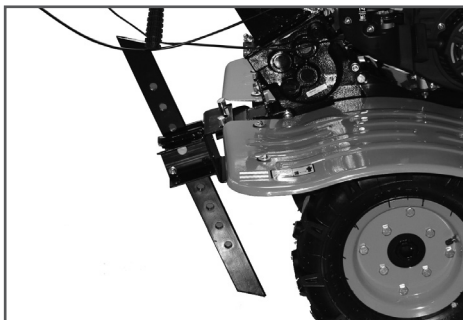

Рис.4 Установка сошника
5. Установите кронштейн сошника на раму мотоблока и закрепите сошник (Рис.4) для устойчивости мотоблока.